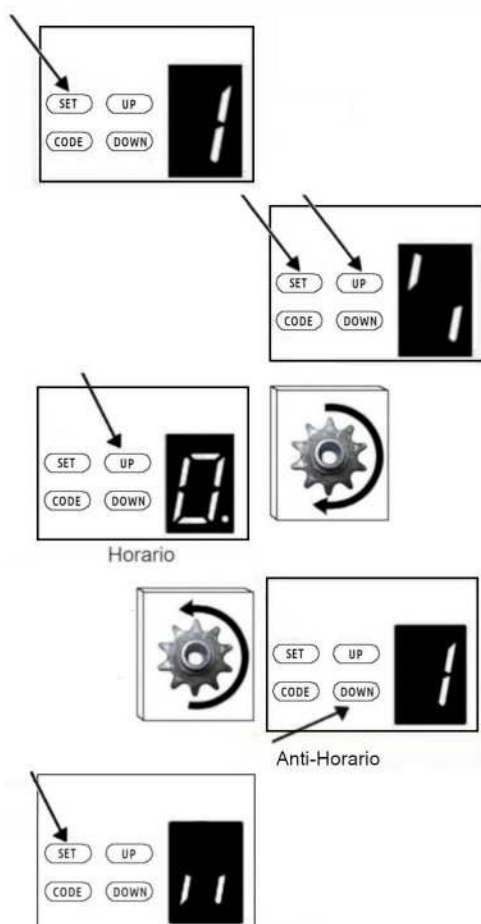

Fig.54
8.2.-Configurando la Inversión de giro. (Fig.54)